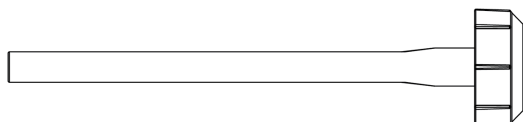

Figura 3: Dispozitiv de încărcare
• Dispozitiv de încărcare (figura 3)